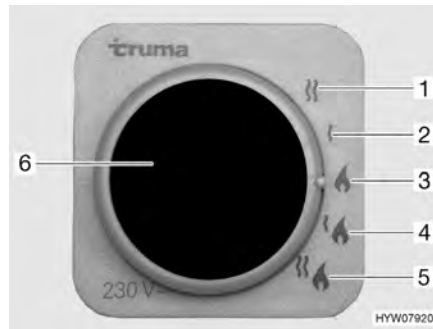

Fig. 147 Selector de energía para la calefacción/caldera
La caldera está integrada en la calefacción y funciona con gas (funcionamiento a gas) o con gas y/o energía eléctrica (funcionamiento a gas y con electricidad a 230 V). La caldera se conecta en la unidad de mando (Fig. 145) con el interruptor giratorio (Fig. 145,2). En el selector de energía (Fig. 147) se preselecciona el tipo de energía (funcionamiento a gas y con electricidad a 230 V).
- Funcionamiento a gas (Fig. 147,3)
- Funcionamiento con electricidad a 230 V con los niveles de potencia de 900 W (Fig. 147,2) ó 1800 W (Fig. 147,1)
- Funcionamiento a gas y funcionamiento con electricidad a 230 V (funcionamiento mixto) con los niveles de potencia de 900 W (Fig. 147,4) ó 1800 W (Fig. 147,5)
Si se ha seleccionado el funcionamiento con electricidad a 230 V, se enciende la luz de control amarilla (Fig. 147,6).